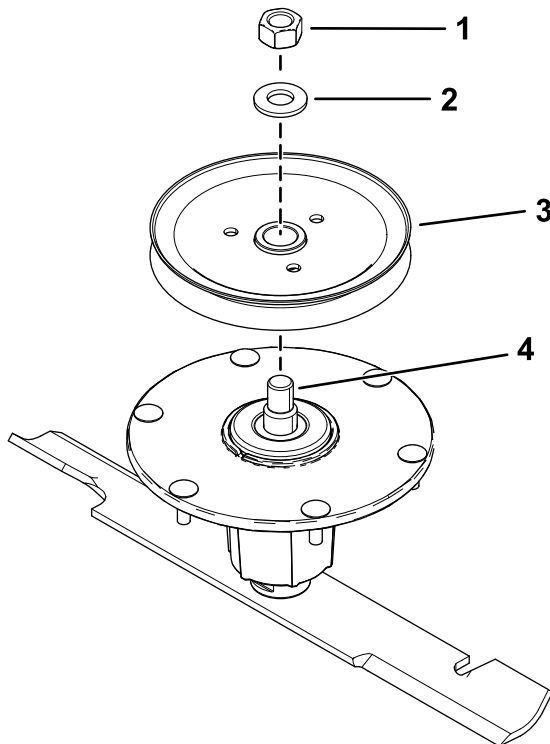

Figure 5
1. Retirez l'écrou supérieur, la rondelle et la roue à gorge de l'axe (Figure 5).